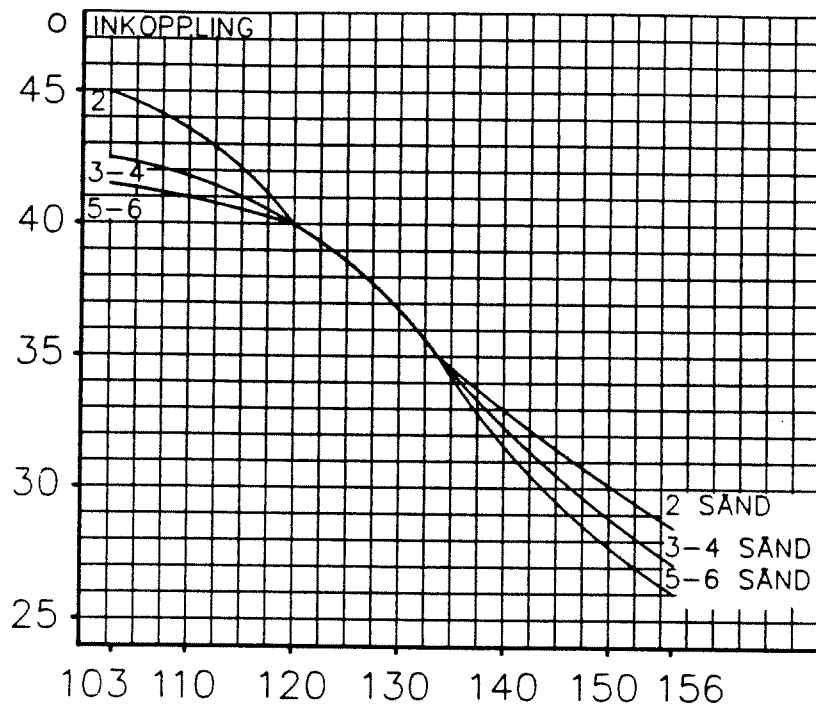

Bild 67. Ingångskoppling vid frekvensavstånd 0,5 MHz
- Kontrollera att filterkavitets IN-koppling är rätt inställd med avseende på frekvens, antal till stjärnätet anslutna filter samt frekvensavstånd till närmast intilliggande filter se bild 67–69.